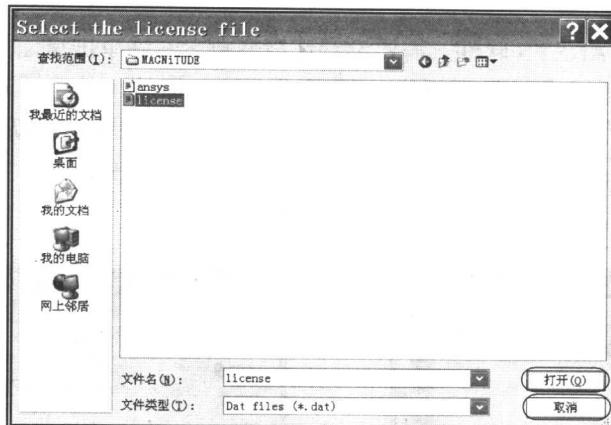

图 1-13 ANSYS 许可文件选择界面
⑬ 出现 ANSYS 许可文件选择界面如图 1-13 所示，进入 D:\MAGNITUDE，选择 license.dat，单击“打开”按钮。ANSYS 安装完许可文件后会再次出现图 1-13 所示的画面，单击“取消”按钮进行下一步安装。